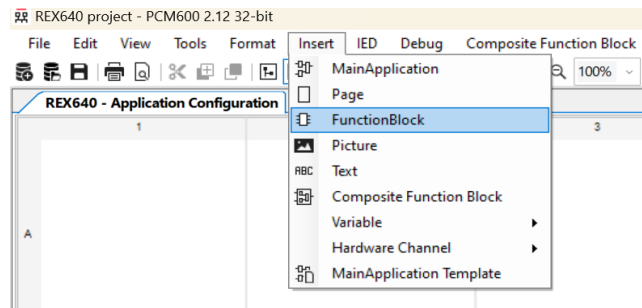

Imagen 40_Búsqueda de ventana de funciones en bloques en PCM600.
2.1.6 Nos aparece una ventana como la de la **Imagen 40**, donde vamos a seleccionar “FunctionBlock”.